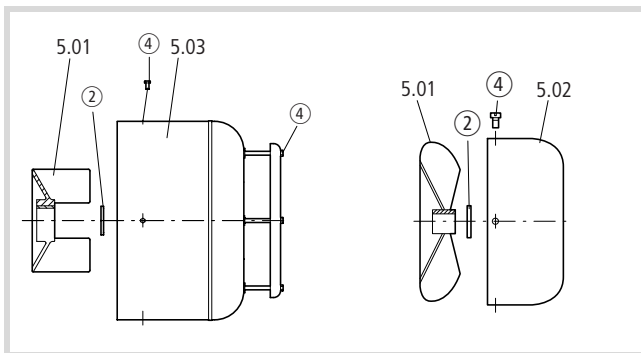

Abbildung 3: Haubenschrauben lösen und Sicherungsring abziehen
- ▶ Entfernen Sie die Befestigungsschrauben ④ der Lüfterhaube (5.02-03) und nehmen Sie die diese ab (➔ Abb. 3).
- ▶ Entfernen Sie den Sicherungsring ② vor dem Lüfter (5.01).